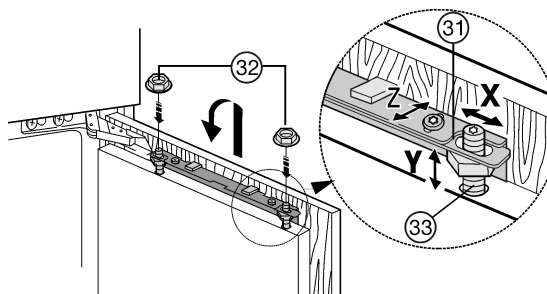

Fig. 27
- Enganche la puerta del mueble en los pernos de ajuste Fig. 27 (33) y atornille ligeramente las contratuercas Fig. 27 (32) en los pernos de ajuste.
- Alinee la puerta del mueble en cuanto a altura e inclinación lateral: ajuste los pernos de ajuste Fig. 27 (33) con un destornillador.
- Apriete las contratuercas Fig. 27 (32).